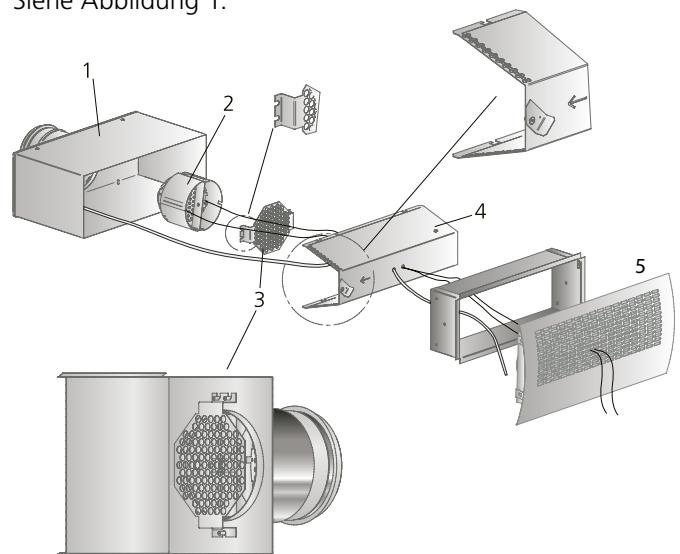

Abbildung 1. Montage
Die Strahlkomponente ist mit drehbaren Düsen vom Typ Varizon ausgerüstet. Nach Abnehmen der Strahlkomponente sind diese zur Veränderung der Luftverteilung an der Rückseite zugänglich, siehe Abbildung 1. Die Düsen sind um 360° drehbar, um den Luftstrom genau ausrichten zu können.
- Montage und Demontage der zugehörigen Teile geht aus Abb. 1 hervor.
Die Einregulierung muss nach Montage des Frontteil erfolgen. Messschlauch und Klappenstellvorrichtung werden durch das Frontteil gezogen. An den Messschlauch wird ein Manometer angeschlossen. Mit Hilfe des k-Faktors des Auslasses kann der gewünschte Einregulierungsdruck ausgerechnet werden. Nach Festlegung der Klappenposition werden die beiden Klappenschnüre in einem sog. Einregulierungsknoten verbunden, um die Klappenposition anzuzeigen, siehe Abbildung 1.
Der Luftauslass wird bei Bedarf mit lauwarmem Wasser mit Zusatz von Geschirrspülmittel bzw. alternativ mit Staubsauger und Bürste gereinigt. Das Kanalsystem ist nach Demontage bis zum Anschlusskasten zugänglich. Siehe Abbildung 1.